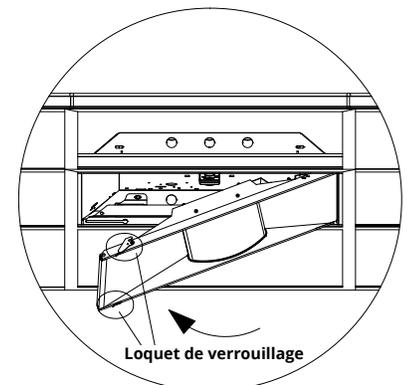

Fig. 6
- 6** Fixez le corps du luminaire en verrouillant les loquets rivetés à chaque extrémité du cadre du luminaire (figure 6).